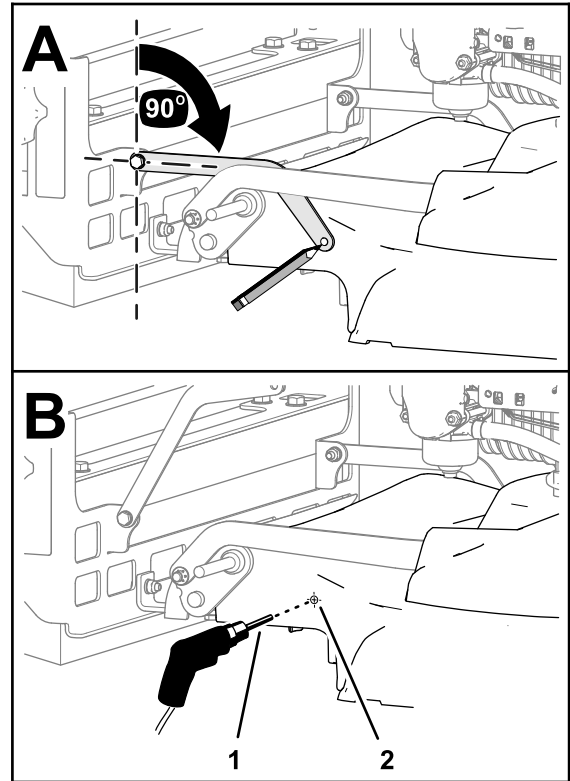

Figura 14
1. Sul lato sinistro del piatto di taglio allineate il braccio della spazzola a un'angolazione di 90° rispetto al supporto della spazzola (Figura 14).
2. Contrassegnate la posizione del foro del braccio della spazzola sul piatto (Figura 14).
4. Praticate un foro in corrispondenza del segno di punzonatura con una punta da trapano (6,5 mm) come illustrato nella Figura 14.